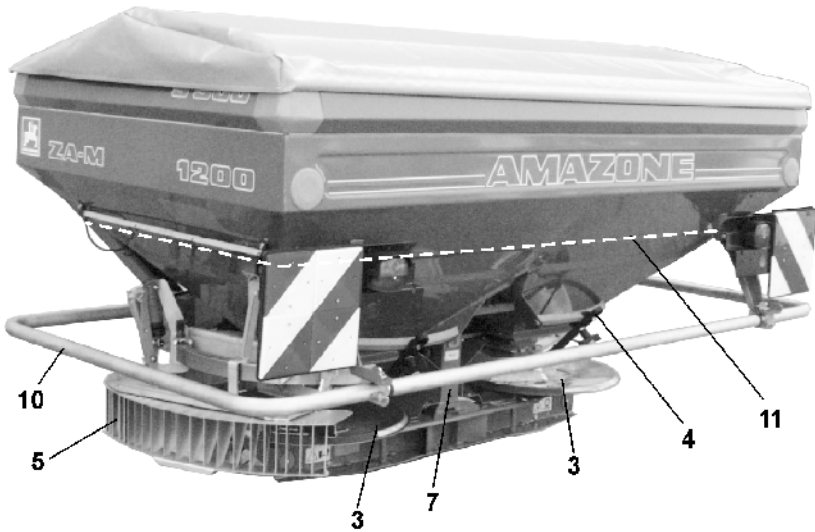

Fig. 2
- Omnia-Set Streuscheiben (Fig. 2/3)
- Stellhebel für Mengenschieber (Fig. 2/4)
- Grenzstreugerät Limiter (Fig. 2/5)
- Kettenschutz des Rührwellenantriebes (Fig. 2/7)
- Rohrschutzbügel bei Verwendung der Streuscheiben OM 24-36 (Fig. 2/10)
- Schutzgitter im Behälter (Fig. 2/11)